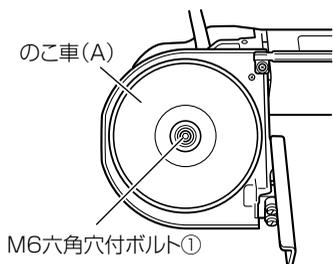

図 13
- (1) M6 六角穴付ボルト①をゆるめ、この車 (A) を取りはずします。(図 13)